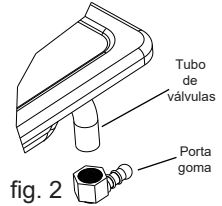

fig. 2
6. Para los gasodomésticos que llevan portagoma en el kit de accesorios utilizar un sellante (teflón) entre el portagoma y el tubo de válvulas (ver fig.2).